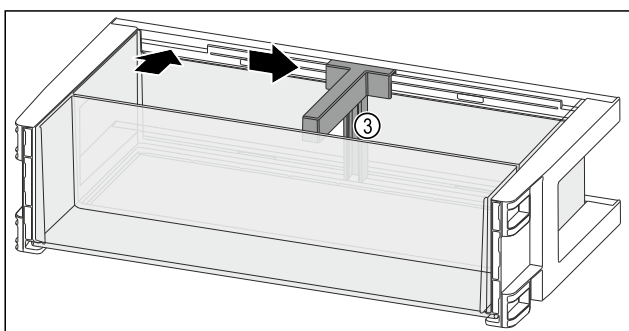

Fig. 118
- Insérer le porte-bouteilles Fig. 118 (3) dans l'évidement.
- Pousser le porte-bouteilles Fig. 118 (3) sur le côté en position souhaitée.